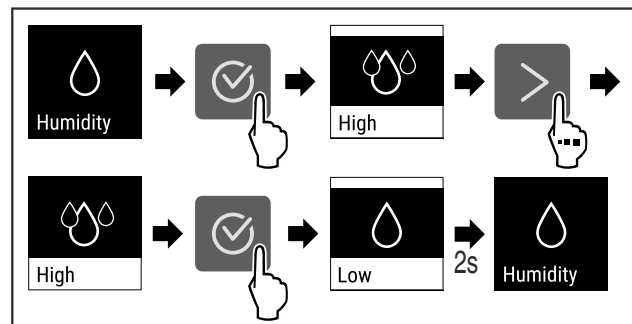

Fig. 95
- ▶ Udfør handlingstrinene (se Fig. 95) .